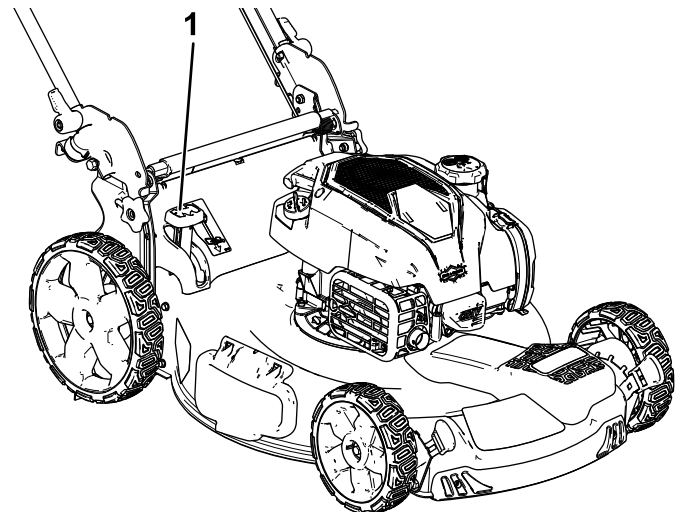

図 17
- **集草しながらの刈り込みをしたい場合には**、レバーの頭部にあるボタンを押し込んでレバーを前に倒します。ボタンが飛び出して来ればセット完了です **図 17**。